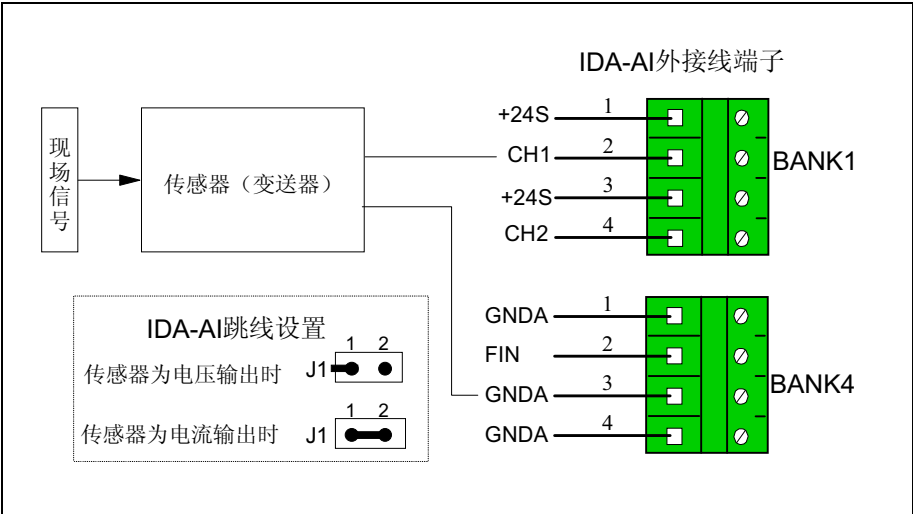

图4-9 有源二线制接线示意图
4、外接传感器或变送器（输出为-5V~10V电压或4~20mA）为二线制输出，不需采集器提供电源时，具体接线方法如图4-9：